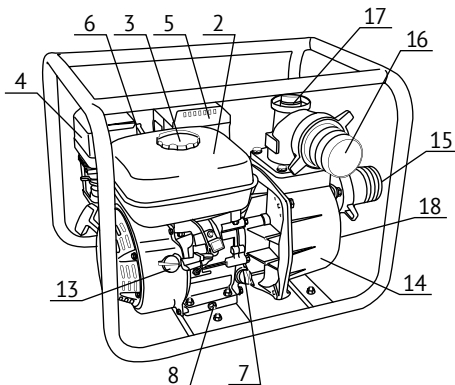

рис. 1
8. Открутив пробку отверстия 17 (см. рис. 1), при помощи воронки медленно заполните водой насос. Заливайте воду до тех пор, пока из заливного отверстия не потечет вода без пузырьков воздуха. Плотнo заверните пробку заливного отверстия.